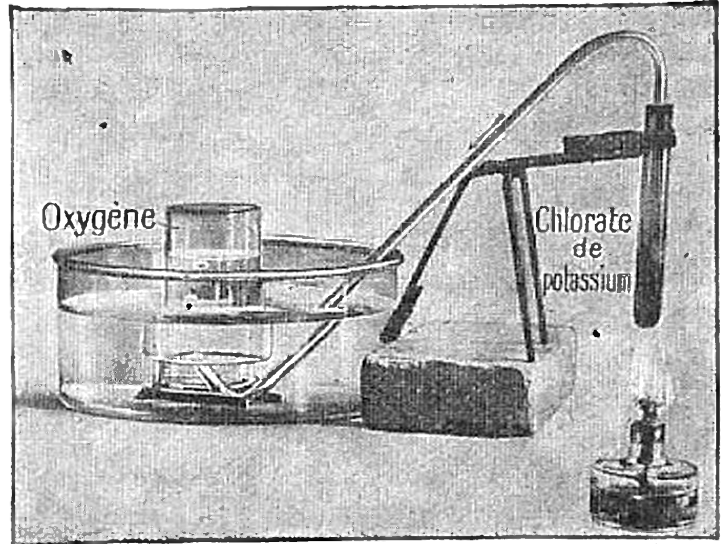

Fig. 17. — L'oxygène se dégage du chlorate de potassium en fusion.
3. Préparation. — **EXPÉRIENCE.** — On peut extraire l'oxygène de l'eau ou de l'air, mais dans les laboratoires on le retire ordinairement d'un sel blanc appelé *chlorate de potassium*. Je chauffe un peu de ce sel dans un tube à essais (*fig. 17*) mis en communication, par un